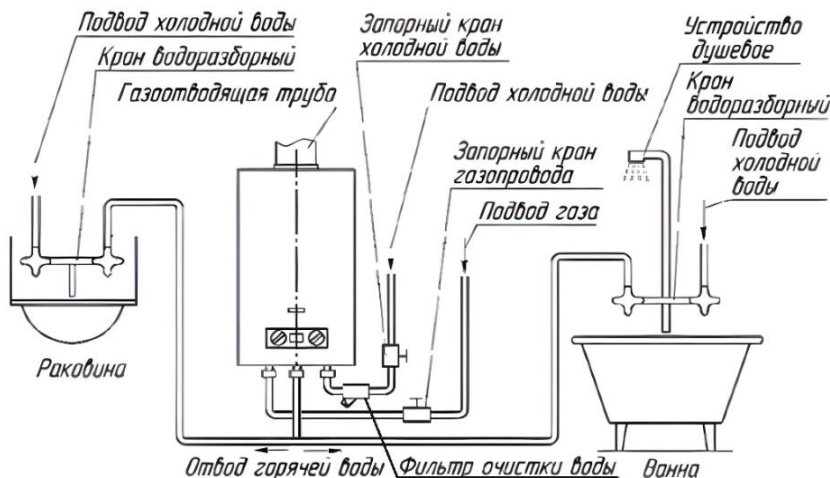

Рисунок 5. Схема установки аппарата
- 7.1.10. Схема установки (подключения) аппарата приведена на рис. 5. Рекомендуется сначала подключить аппарат к водопроводной сети, заполнить систему аппарата водой и затем подключить его к газовой сети.
7.3.1. Для увеличения срока службы аппарата и улучшения его эксплуатационных характеристик необходимо устанавливать перед аппаратом фильтр очистки воды (рис. 5).
7.3.2. Для облегчения последующего технического обслуживания необходимо установить перед аппаратом запорный кран на трубопроводе подвода холодной воды (рис. 5). Запорный кран должен быть легко доступен.